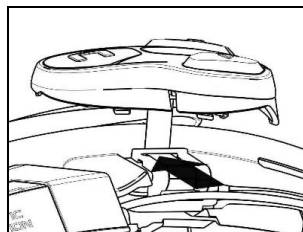

Fig. 20
- Bringen Sie das Kabel im Helminnen an und lassen den linken Befestigungsclip in dem für denselben vorgesehenen Bereich einschnappen (Abb. 20).